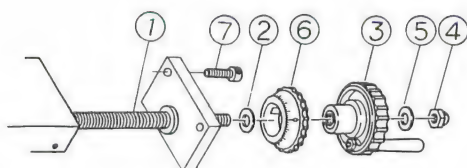

図2-6
カミソリの締め加減を調整するには先ず送りねじをハンドルごと抜き取り、アリ溝にそって並んでいる押しねじのナットをゆるめてねじを全部ゆるめて、1本ずつ調節し直します。押しねじを一杯にねじこみ、ほんのわずかに緩め、押しねじが回らぬよう押さえながらナットを締めます。滑り面のどの位置でもガタつかず、手で押して少し重く感じる程度で滑らかに動くよう根気よく調節します。順次2本目3本目を調節します。分解掃除した場合はカミソリを裏返しに挿入しないよう気をつけて組立てます。送りねじ軸受けが図2-6のような分離型の場合は、ハンドル③を仮組みして一杯にねじこんでからねじ⑦を締めますと、ねじの振れを最小に組立てることができます。
最近の製品はほとんど図2-6のような目盛リング⑥のついた複式ハンドルにな
っています。リングを回せばいつでも現在位置をゼロとして出発できますから、送り目盛数をいちいち計算しなくてもよいわけです。しかしリングが縮まり過ぎると重くて回らず、ゆる過ぎるとちょっと触れても回ってしまって目盛がズレて役に立たないので、適当な摩擦を持たせるためにバネまたはゴムリングを挟んだり、図2-6のようにプラスチック自身の弾力を利用したり、いろいろな構造があります。リング⑥を送りハンドル③にかぶせて、ワッシャ②⑤も忘れずにはめて、送りねじ①にねじこみ、止まるまでねじこんでから心持ち戻してナット④を締めます。この〈心持ち〉がかなり微妙です。1/4回転ぐらいの遊びは必要です。キリコやゴミが詰まって固くなることがありますから時々分解掃除をします。